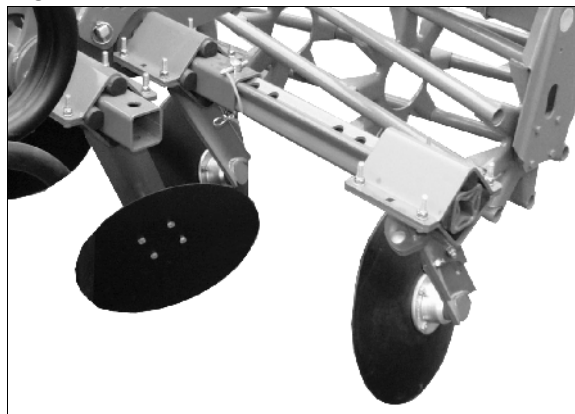

Fig. 19
- Vid arbete med maskinen kan yttertallrikarna ställas in i olika hål (Fig. 19).